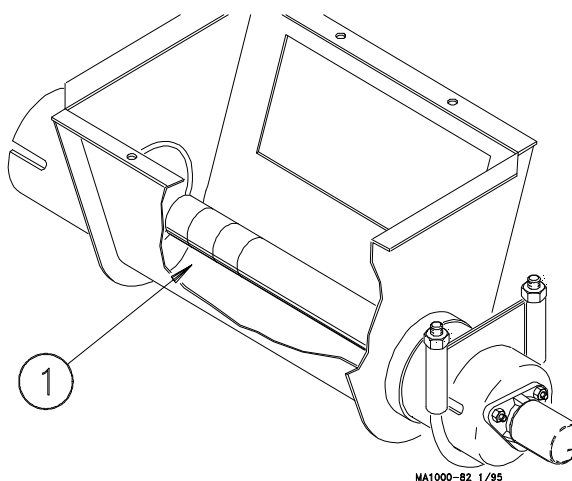

Figura 25. Ajuste del restrictor para los Modelos 75, 90 y HMC SOLAMENTE
3. Usar una sierra para metales para cortar 25 mm (1 pulg) a la vez del extremo del tubo restrictor para aumentar el flujo del alimento. Ver la Figura 25.